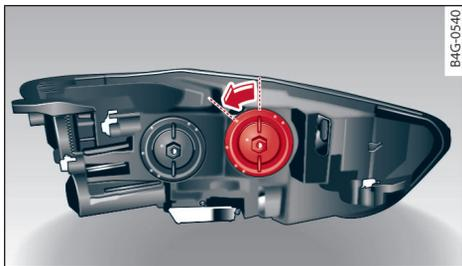

图 306 左大灯背面：取下封盖
- ▶ 逆时针方向旋转封盖并将其取下  $\Rightarrow$  图 306。